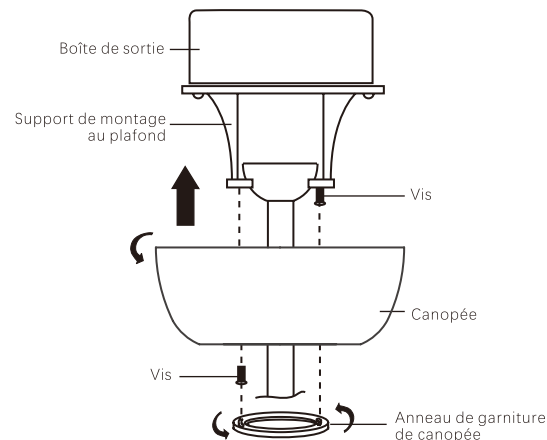

Fig.14
Étape 2. Faites glisser la canopée jusqu'au support de montage et placez l'une des fentes du trou de serrure sur la vis de montage du support de montage. Faites pivoter la canopée jusqu'à ce que la tête de la vis s'enclenche dans la partie étroite du trou de serrure. Voir figure 14.
REMARQUE: Ajustez les vis de la canopée si nécessaire jusqu'à ce que la canopée et l'anneau de garniture de la canopée soient bien ajustés. (Fig.14)